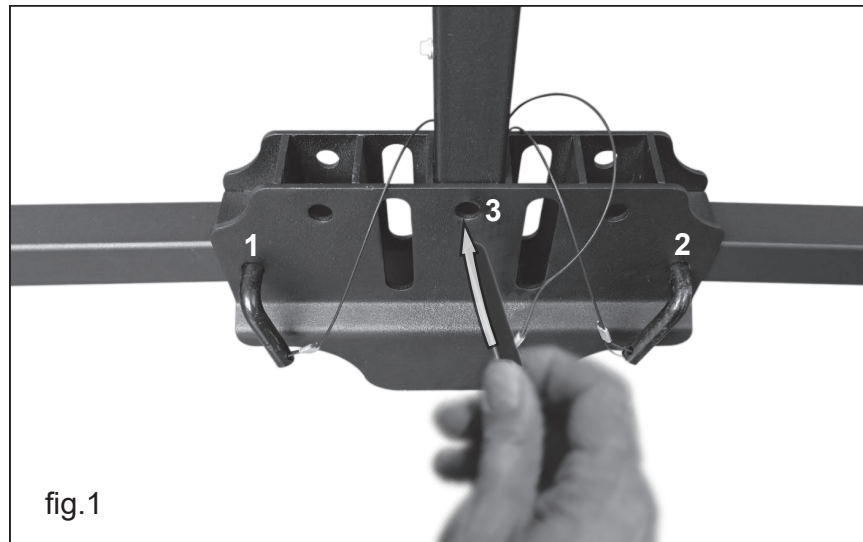

fig.1
2. Unfold the two outer arms of the tray rack and install the black safety pins through each of the three holes on the main bracket. (fig.1)
2. Dépliez les deux bras extérieurs du support de bacs et installez les goupilles de sûreté noires dans chacun des trois trous du support principal. (Fig. 1)